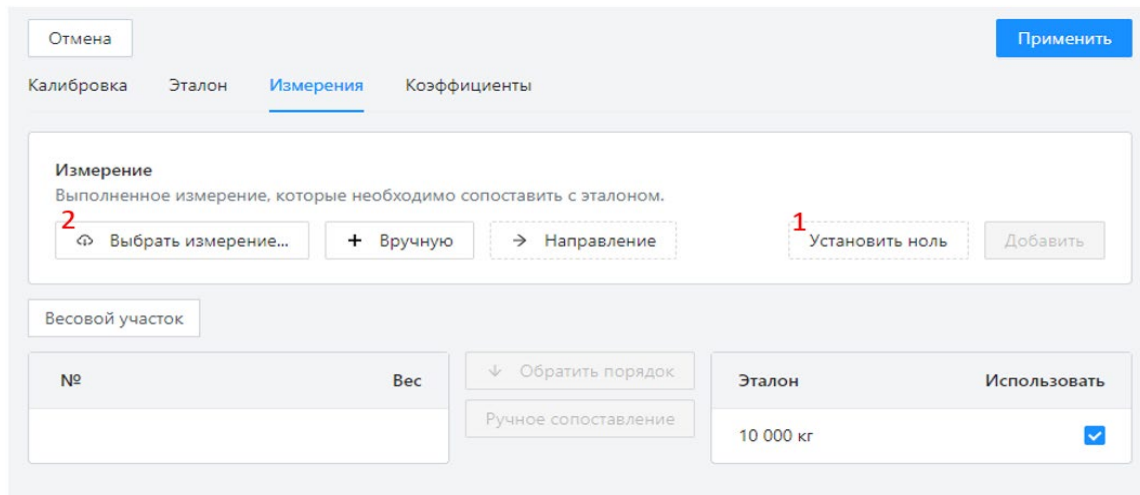

Рисунок 34 – Калибровка. Вкладка «Измерения»
7. Нажмите кнопку «**Установить ноль**» (Рисунок 34, цифра 1) для установки калибровочного нуля.
8. Для выполнения калибровочного взвешивания нажмите кнопку «**Выбрать измерение...**» (Рисунок 34, цифра 2).